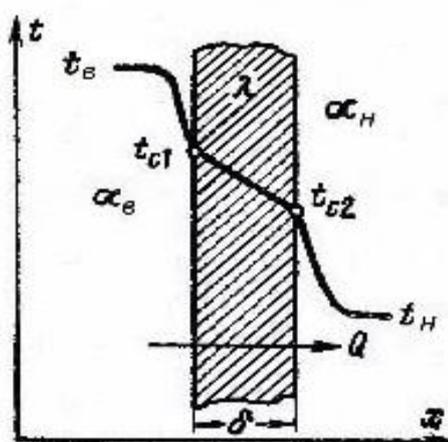

Рис. 2. Теплопередача через плоскую стенку
Стационарный процесс теплопередачи через плоскую стенку от одного теплоносителя (жидкости, газа) к другому можно представить в виде трех последовательных процессов (см. рис.2):
Т.о. в случае теплопередачи через плоскую стенку, с обеих сторон которой находится воздух, температура которого внутри помещения равна $t_{в}$, а снаружи – $t_{н}$, а соответствующие коэффициенты теплоотдачи α_1 и α_2 и температуры внутренней и наружной поверхностей стенки равны $t_{с1}$ и $t_{с2}$, соответственно, при этом толщина стенки равна δ , а коэффициент теплопроводности – λ (см. рис. 2), можно записать следующее.
5. Используя полученные значения температур, строим схему теплопередачи через кирпичную стенку, аналогичную приведенной на рис. 2, откладывая в масштабе по вертикальной оси значения температур, а по горизонтальной – толщину стенки.